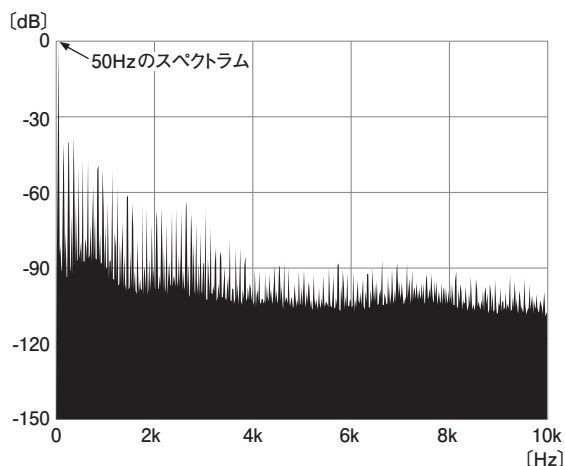

図1 電源ライン(写真②)の周波数スペクトラム
このように先端がカットされた電源ではなぜ音質が悪くなるのでしょうか。図1は、写真②の先端がつぶれた波形に、どのような成分が含まれているのかを分析したスペクトラムです。